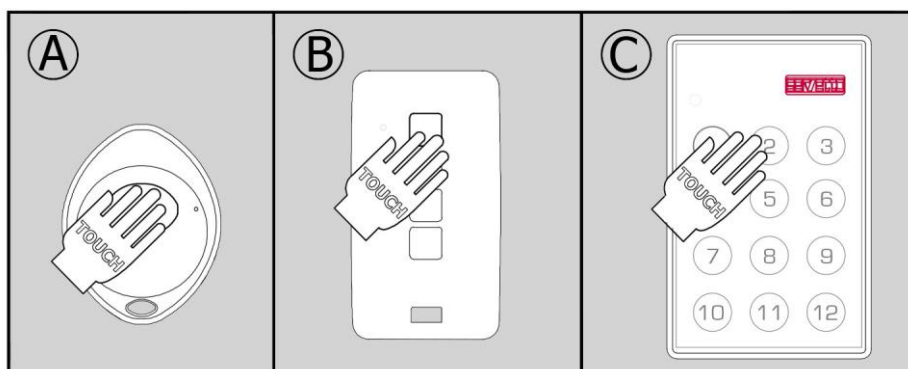

图 23
- 2 - 按住遥控器上的对应按键（图 23），随后您将听到一声蜂鸣声。
可用遥控器（参见图 23）。